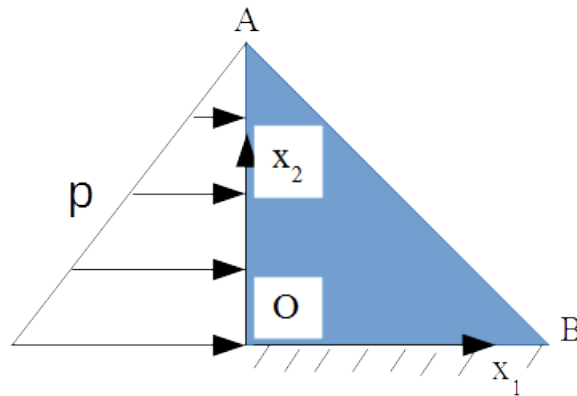

Figure 1: barrage soumis à une pression linéique p sur un côté
On considère un barrage en béton modélisé par un triangle rectangle isocèle et de dimension infinie dans la direction x_3 . Le barrage est encastré sur sa base OB (déplacement nul) et soumis à une pression hydrostatique p répartie linéairement sur sa hauteur OA (cf. figure 1). Ses dimensions sont h suivant la direction e_1 (soit $OB = h$) et h suivant la direction e_2 (soit $OA = h$). La face AB est libre d'effort.
2. Donner l'expression de la pression $P(x_2)$ appliquée sur la face OA en fonction de p , x_2 et h (cf. figure 1).